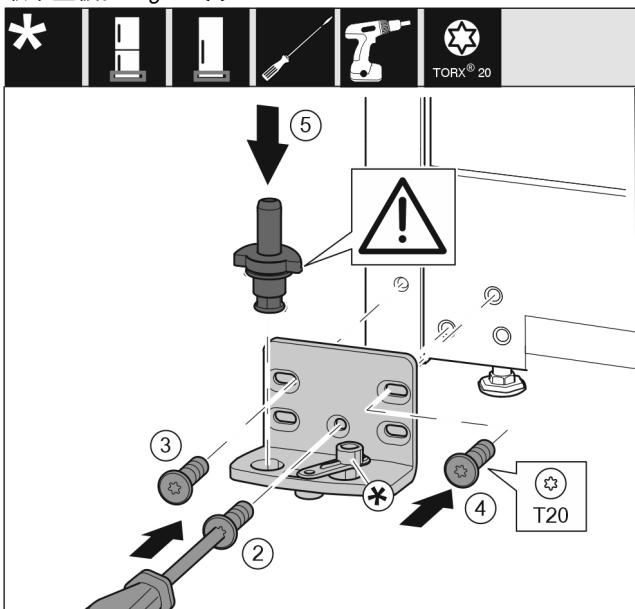

Fig. 16
- ▶ 将托架安装到另一侧，并借助 T20 螺丝刀旋紧。用螺钉 2 从底部的中心开始。Fig. 16 (2)
- ▶ 拧紧螺钉 3 和 4。Fig. 16 (3,4)
- ▶ 将轴承螺栓完全装入。同时注意止动凸轮需指向后方。Fig. 16 (5)